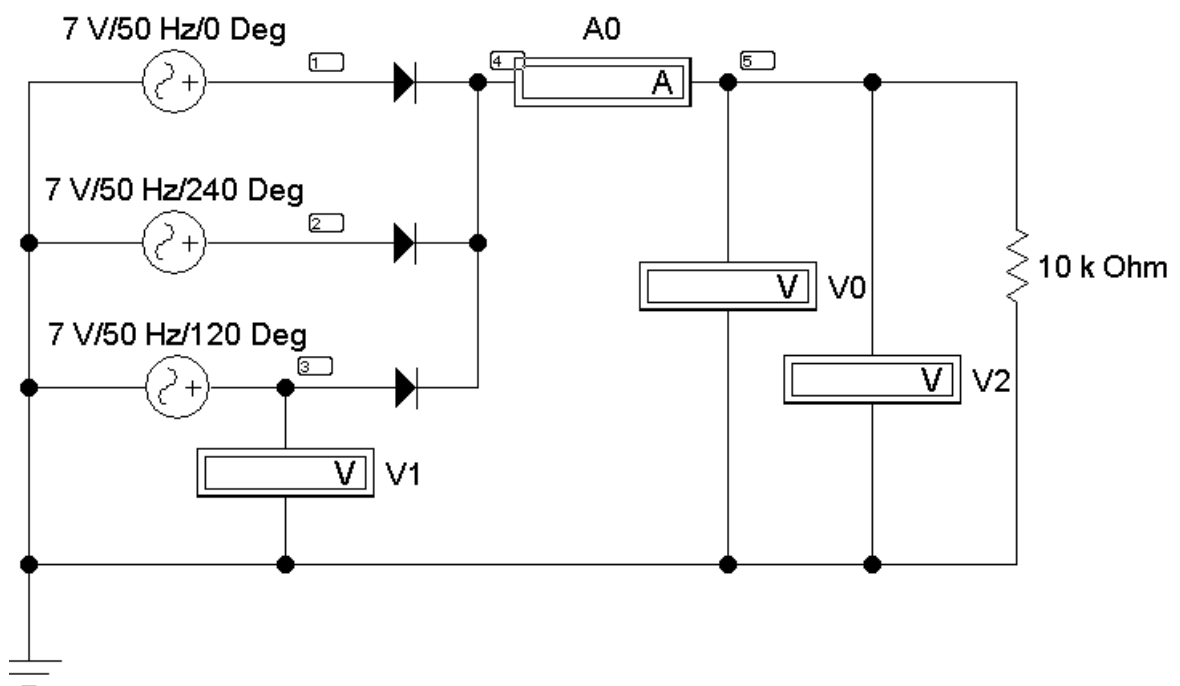

Рис. 5.6
### 3. *Трехфазный выпрямитель с нагрузкой в нулевом проводе* (рис. 5.6).
7. Собрать электрическую цепь по схеме, изображенной на рис. 5.6, записать показания приборов в табл. 5.1 и снять осциллограмму выходного напряжения выпрямителя.